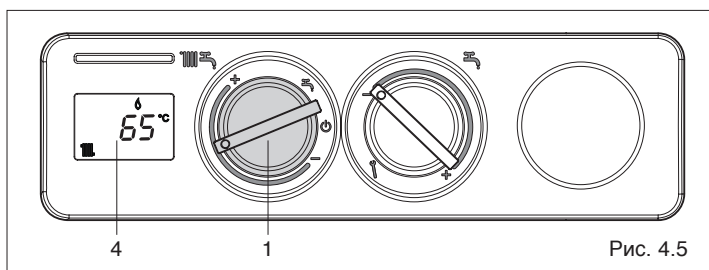
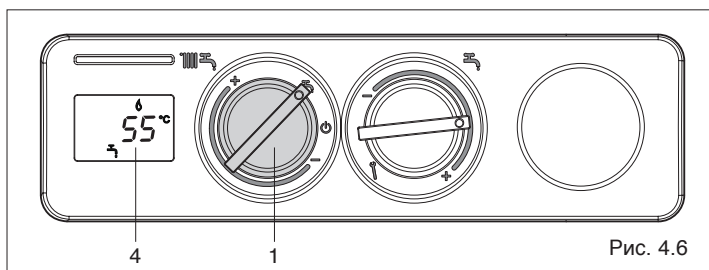

Рис. 4.5
Рис. 4.6
**- Режим «Зима»:** установите переключатель функций (1, Рис. 4.5) внутри зоны, обозначенной знаками + и -, если вы хотите, чтобы котёл работал на отопление и на ГВС. Приоритет будет у функции ГВС. При запросе на нагрев воды в бойлере на дисплее (4, Рис. 4.5) отобразится температура воды в бойлере, значок работы в режиме ГВС и значок пламени. При запросе тепла для контура отопления котёл включится, на дисплее (4, Рис. 4.6) отобразится температура воды в контуре отопления, значок работы в
**- Режим «Лето»:** при повороте переключателя на символ (1, Рис. 4.6) включится летний режим работы котла (только ГВС). Котёл будет находиться в режиме ожидания до тех пор, пока не поступит запрос на нагрев воды в бойлере, тогда горелка разожжётся, а на дисплее (4, Рис. 4.6) отобразится температура воды ГВС, значок работы в режиме ГВС и значок пламени. Котёл будет работать до тех пор, пока не будет достигнута заданная температура. После этого он снова перейдёт в режим ожидания "stand-by".